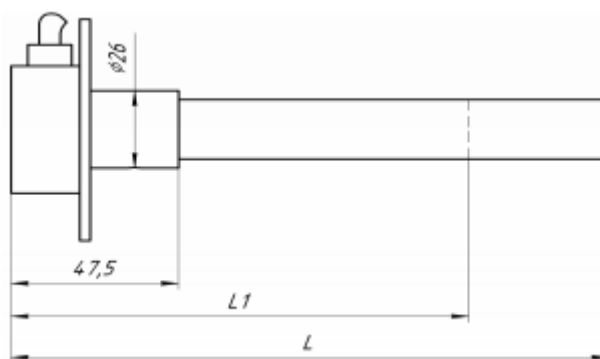

Рис.6
- 2) На рабочей длине датчика L отмерить линейкой длину $L1$ равную глубине бака минус 15-30мм, чтобы труба и стержень датчика не замыкались скапливающейся на дне бака водой и токопроводящим осадком. Рис.6.